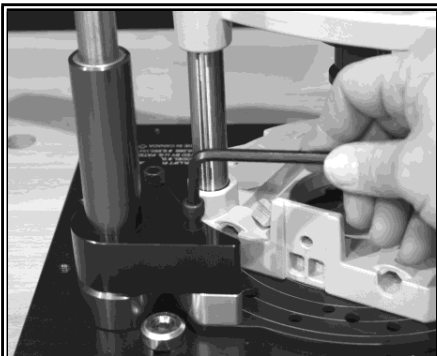

Figura 6
7. Bloccare il supporto di sinistra del carrello utilizzando due delle viti 1/4-20 x 1-1/2" rimosse al punto 1, (Figura 6)